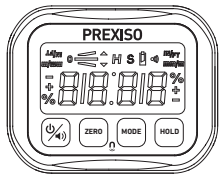

FIG. 1
a. Éteignez l'équipement. Placez l'équipement sur une surface ferme, plane et lisse. (FIG. 1).